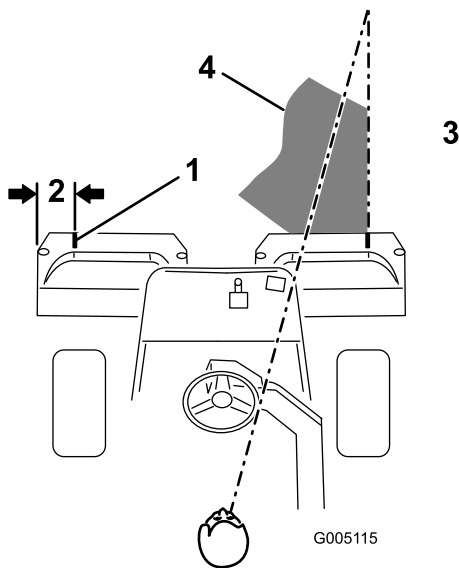

Figura 11
2. Coloque uma fita branca ou pinte um tira em cada um dos cestos, paralelamente à extremidade exterior de cada cesto (Figura 11).